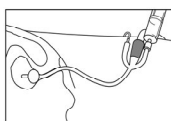

図 5
- (6) カテーテルを外尿道口より挿入する。バルーン部が膀胱内に達し、尿が流出した後、付属の滅菌水入りシリンジをバルブに装着して規定容量の滅菌水を注入し、バルーンを拡張する（図 5）。